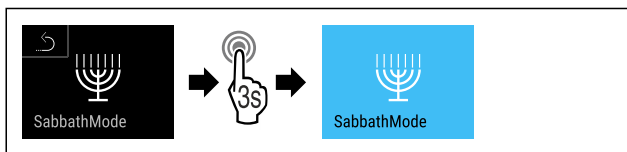

Fig. 12
- Ejecutar los pasos (consulte Fig. 12).